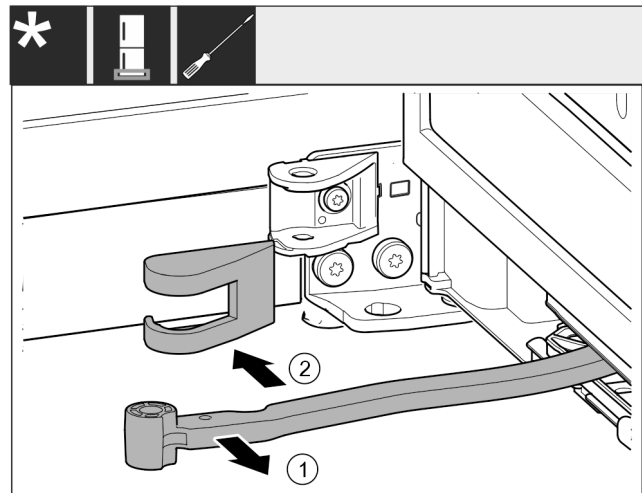

Fig. 14
- Gelenk in Richtung Tür drehen. *Fig. 14 (1)*
- Lagerbockabdeckung entfernen. *Fig. 14 (2)*